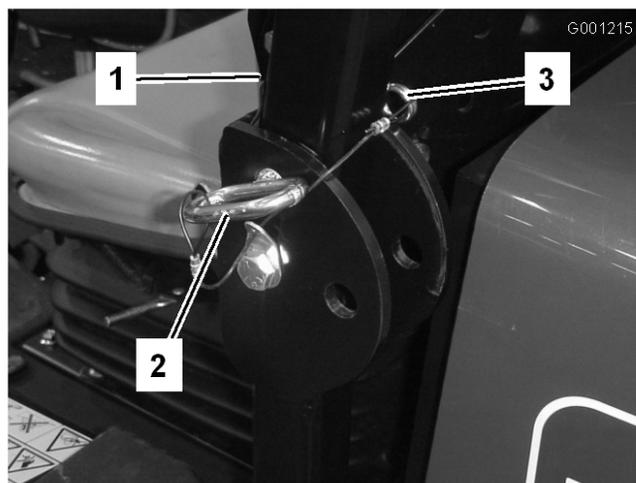

Figura 29
1. Per abbassare il roll bar rimuovete le coppiglie e le due spine (Figura 29).
3. Inserite le due spine e fissatele con le coppiglie (Figura 29).
4. Per alzare il roll bar rimuovete le coppiglie e togliete le due spine (Figura 29).
5. Alzate il roll bar in verticale, inserite le due spine e fissatele con le coppiglie (Figura 29).